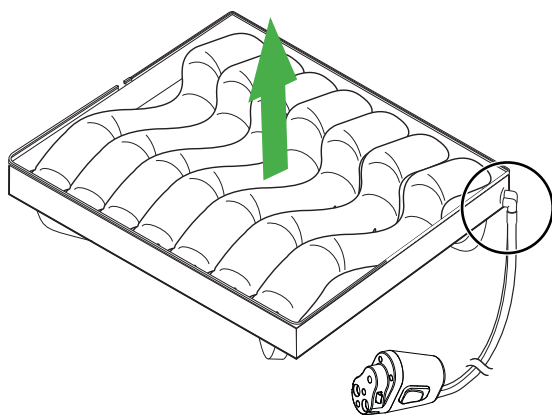

Figura 40
- las celdas del cojín de asiento estén en posición horizontal sobre la silla, con la «V» mirando hacia el frente (consulte la figura 40).